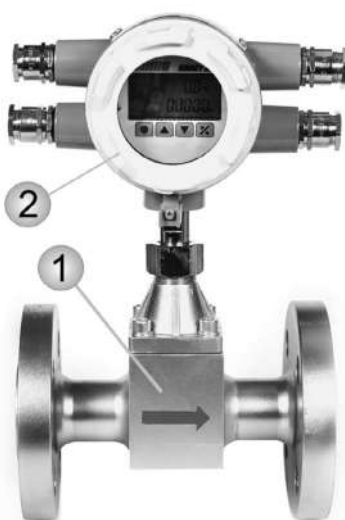

Рисунок 1. Расходомер жидкости ЭМИС-ПЛАСТ 220
Расходомер жидкости ЭМИС-ПЛАСТ 220 (рис. 1) состоит из первичного преобразователя (1) и электронного преобразователя (2).